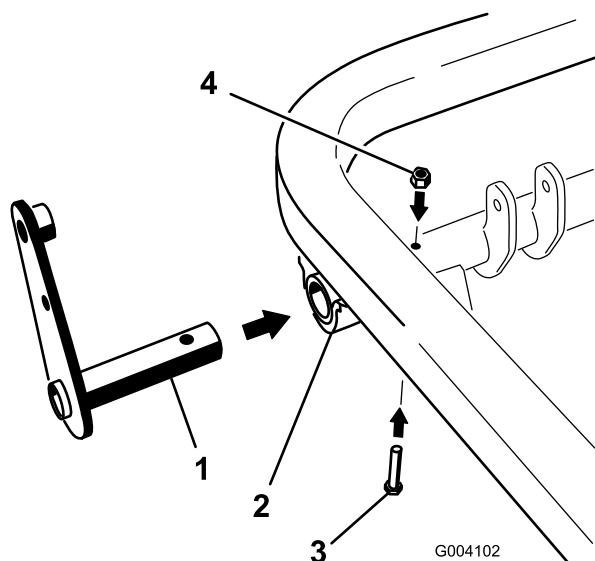

Figura 13
1. Infilate la colonnetta che sporge dal gruppo leva all'interno dell'estremità sinistra del tubo orientabile e, passando attraverso il tubo orientabile, fissatela mediante un bullone (5/16 x 2 poll.) e un dado di bloccaggio (5/16 poll.) (Figura 13).
3. Serrate il bullone di articolazione centrale (elemento 4 in Figura 13) a una coppia compresa tra 20 e 25 Nm.